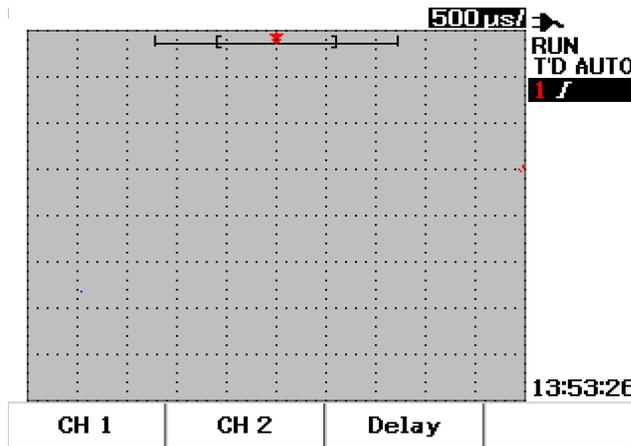

图 3-1 示波器菜单显示，包含两个通道显示。
- 1 按前面板上的 **Scope** 按钮访问 Scope 菜单。您将在图 3-1 中看到以下示波器菜单显示，该图显示被禁用的两个通道。